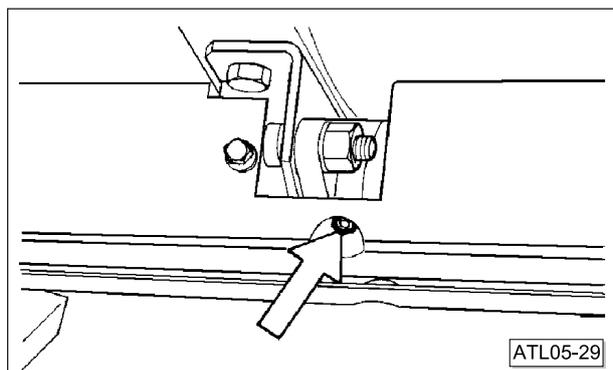

Abb.7-20 Schmiernippel Lager der Welle des Allradantriebs
- Traglager Welle des Allradantriebs (Abb.7-20)